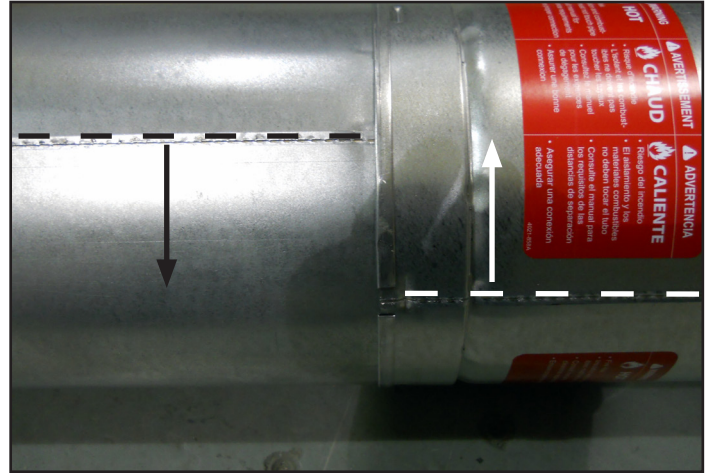
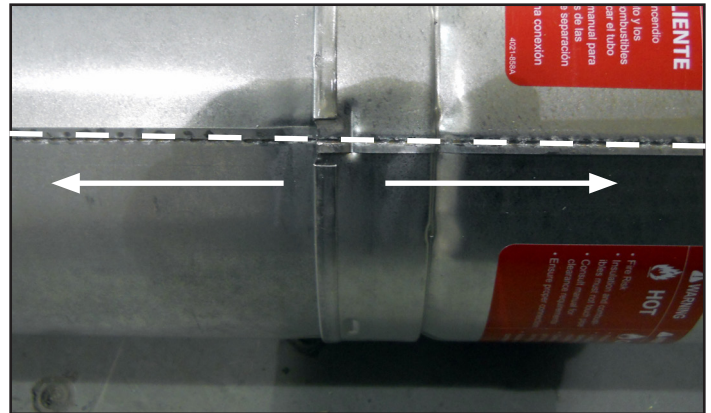

Figure 7.7 Faire pivoter les cordons de soudure pour démonter
Figure 7.8 Aligner et démonter les sections de conduit d'évacuation
- Faites pivoter l'une des sections (figure 7.7), de façon à ce que les cordons de soudure soient alignés, comme montré à la figure 7.8.